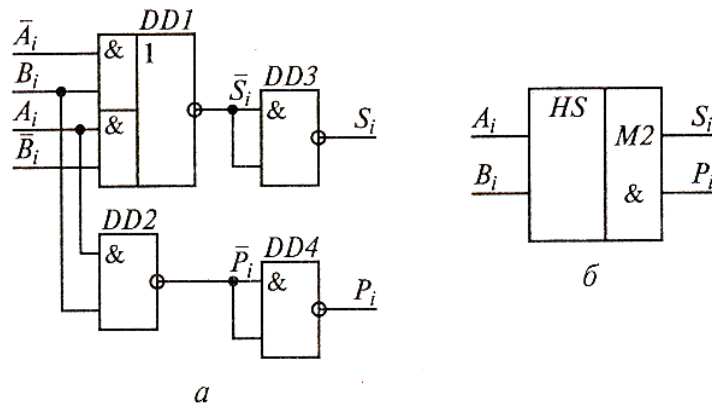

Рис. 7.120. Схема полусумматора (*a*) и его УГО (*б*)
3. Построить схему сумматора. На рис. 7.120, *a* представлена схема с использованием произвольного набора логических элементов, а на рис. 7.120, *б* — условное графическое обозначение (УГО) полусумматора.